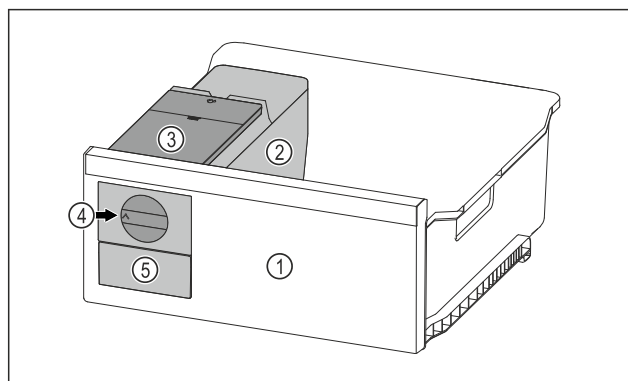

Fig. 74 Voorbeeld
- ▶ Draaiknop Fig. 74 (4) rechtsom tot aan de aanslag draaien.
- ▷ Ijsblokjes vallen uit de ijsblokjes-schaal in de ijsblokjeslade Fig. 74 (5).